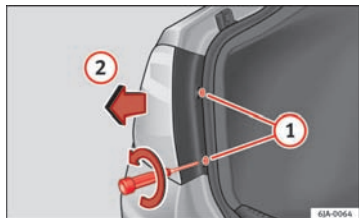

Fig. 156 Afmontering af baglygte i siden
- Løsn og fjern de to skruer i lygtens forreste del ⇒ Fig. 156 ① med en skruetrækker eller en T20 torxnøgle (skal drejes mod uret). Sørg for, at skruerne ikke bliver væk.
- Træk baglygten bagud (⇒ Fig. 156 ②), indtil baglygten løsner sig fra holderen.